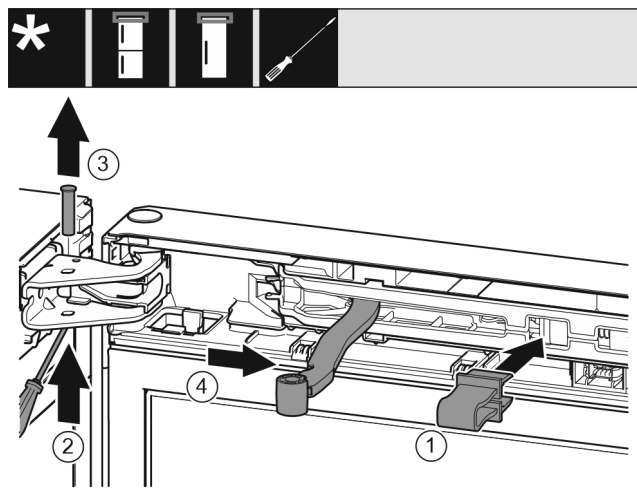

Fig. 9
- Introduire l'arrêt.oir dans l'ouverture. *Fig. 9 (1)*
- Desserrer le boulon avec un tournevis. *Fig. 9 (2)*
- Sortir le boulon par le haut. *Fig. 9 (3)*
- Tourner l'articulation en direction de la porte. *Fig. 9 (4)*